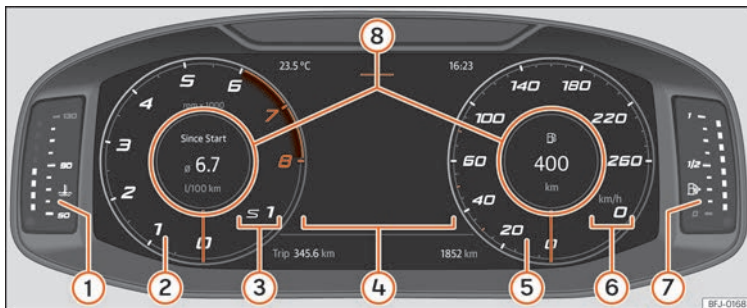

Abb. 54 SEAT Digital Cockpit in der Schaltschleife (klassische Ansicht).
In der **klassischen** und in der **Navigations-**Ansicht können die angezeigten Informationen in den **Informationsprofilen** » **Abb. 54** ⑧ personalisiert werden.
Die Zeiger der Umdrehungen pro Minute und der Geschwindigkeitsmesser werden über die gesamte Länge angezeigt »» **Abb. 54.**